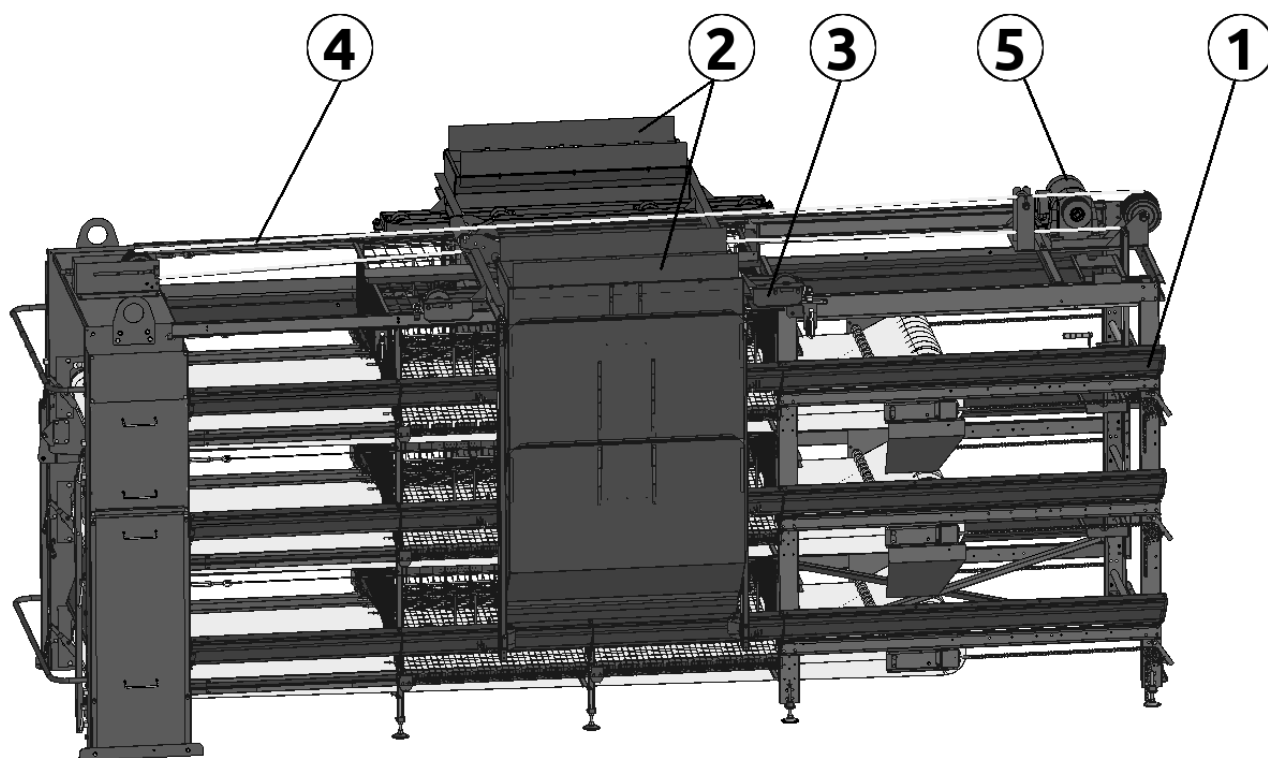

Рисунок 3.9
Система продольной раздачи кормов бункерного типа (рис. 3.9) служит для распределения кормов по кормовым лоткам (1). Система состоит из двух составных бункеров (2), установленных на специальной тележке (3), перемещающейся по рельсовому пути, поверх батареи клеток посредством канатной тяги (4), приводимой в движение приводом раздатчика кормов (5).